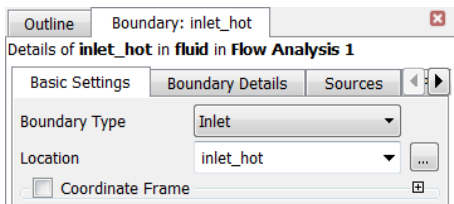

图 23-12 热水入口端设置
3) 在工具栏上单击“Boundary”按钮，然后选择“in Fluid”，在弹出的细节窗口中设置“Boundary Type”为“Inlet”，并修改“Location”为“inlet_hot”，如图 23-12 所示。